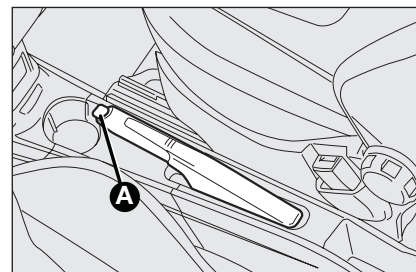

fig. 1
- levante ligeiramente a alavanca e pressione o botão **A-fig. 1**;